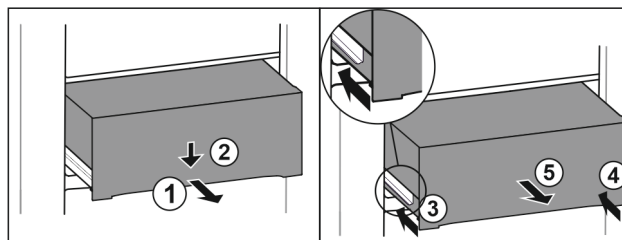

Fig. 131
- Dra ut utdragslåda till hälften. Fig. 131 (1)
- Tryck utdragslådan på framsidan nedåt. Fig. 131 (2)
- Skjut in vänster skena ca 2 cm. Fig. 131 (3)
- Skjut in höger skena ca 2 cm. Fig. 131 (4)
- Ta ut utdragslåda genom att dra den framåt. Fig. 131 (5)